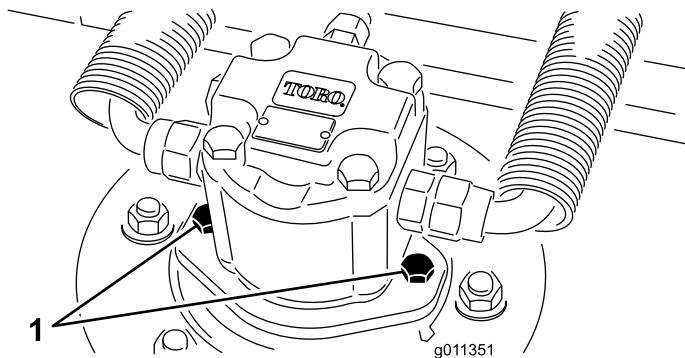

Figura 59
2. Desconecte el motor hidráulico y retírelo de la carcasa (Figura 59). Tape la parte superior del eje para evitar la contaminación.
4. Instale el motor hidráulico en la carcasa (Figura 59). Asegúrese de que la junta tórica está correctamente colocada y que no está dañada.